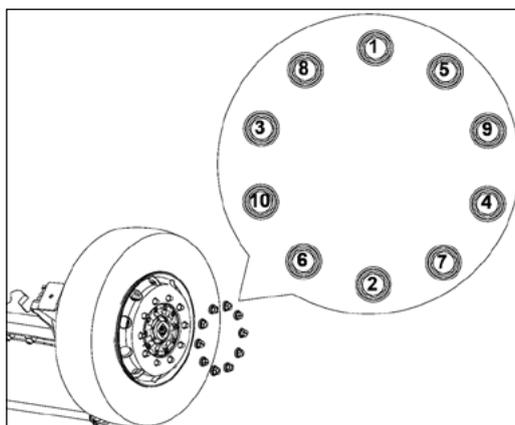

Figura 4-1-3 Esquema da sequência de aperto das porcas das rodas dianteiras
5. Aperte as porcas seguindo a ordem indicada na Figura 4-1-3, ou seja, em cruz. Aperte as porcas duas ou três vezes nessa ordem.